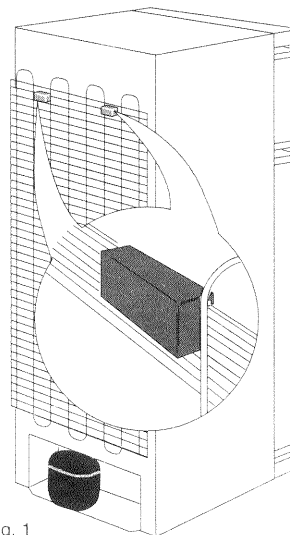

fig. 1
- Deux butées sont fournies emballées dans le sachet "accessoires", fixez les sur le condenseur (grille noire arrière) pour éviter que celui-ci ne touche le mur (fig. 1).
- 1- Maintenez l'appareil légèrement incliné vers l'arrière (fig. 1).
- 2- Retirez la plinthe inférieure (fig. 1).